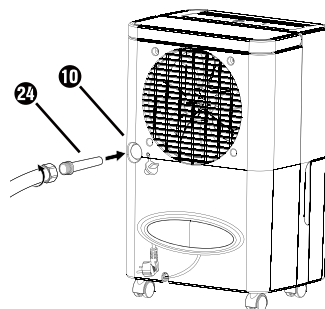

Fig. 5
- ◆ Si vous utilisez l'adaptateur pour tuyau d'arrosage UE **24**, vissez maintenant un tuyau d'arrosage sur l'adaptateur pour tuyau d'arrosage UE **24** (voir la figure 5).